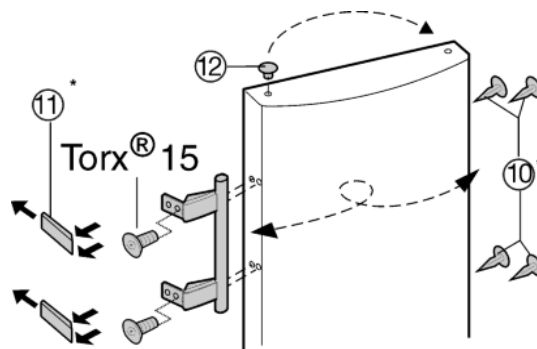

Fig. 7
- Lyft ut pluggen Fig. 7 (12) från dörrlagerbussningen och flytta den.
- Demontera handtag, pluggar Fig. 7 (10) och tryckplattor Fig. 7 (11) och flytta dem till den motsatta sidan.